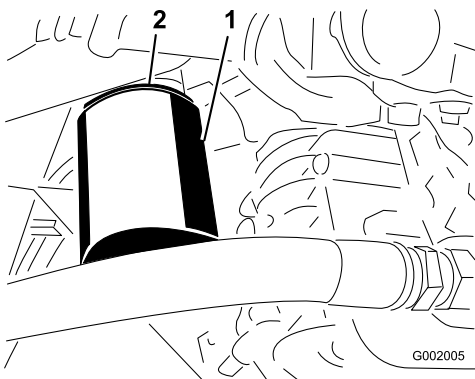

Figura 71
- Togliete il filtro (Figura 71).